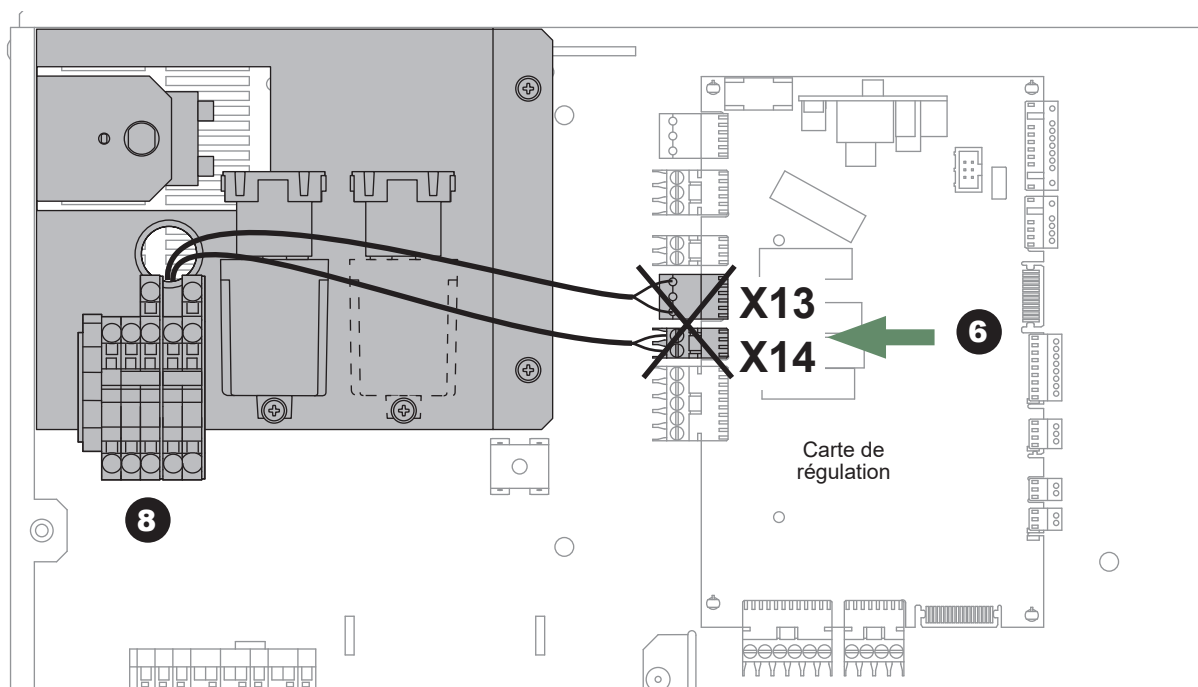

fig. 7 - Déconnection de l'appoint électrique monophasé
- **6** - Déconnecter les connecteurs **X13** et **X14** (appoint électrique monophasé, voir fig. 7).